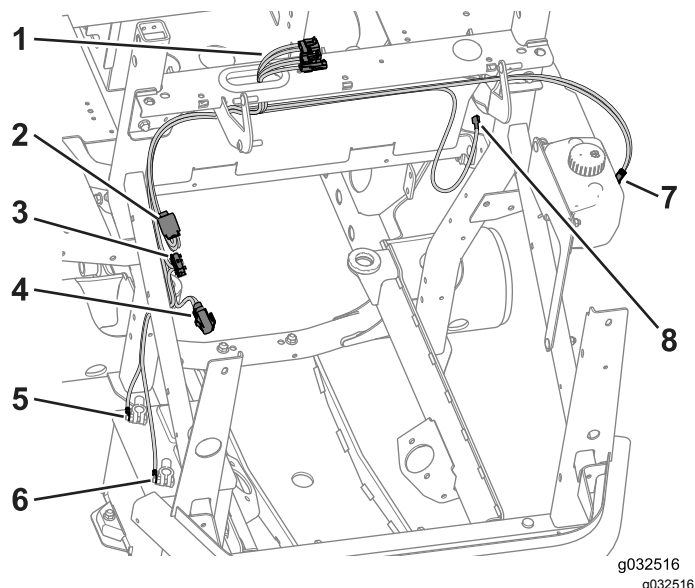

Figure 39
1. Faites passer les 3 connecteurs de la cabine dans le passe-câble (Figure 39).
2. Faites passer le câble d'alimentation auxiliaire en travers du support de cadre, faites-le descendre le long du tube du ROPS et vers les commandes d'opérateur (Figure 39).
3. Faites passer le câble du lave-glace en travers du support de cadre, faites-le descendre le long du tube du ROPS et vers le réservoir de lave-glace (Figure 39).